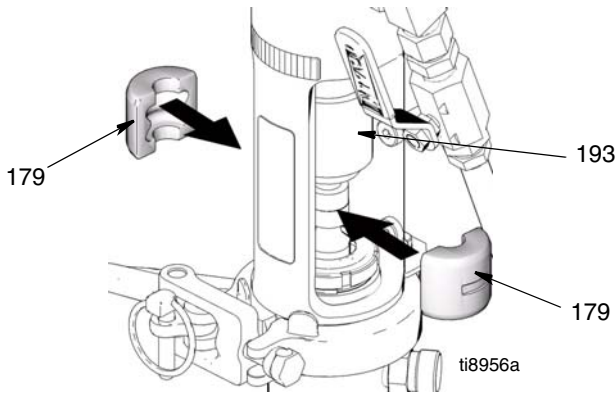

FIG. 24
5. (Fig. 24) Deslice la cubierta del acoplamiento (193) hacia arriba para exponer el eje de la bomba. Instale los acoplamientos del eje (179) sobre el eje.